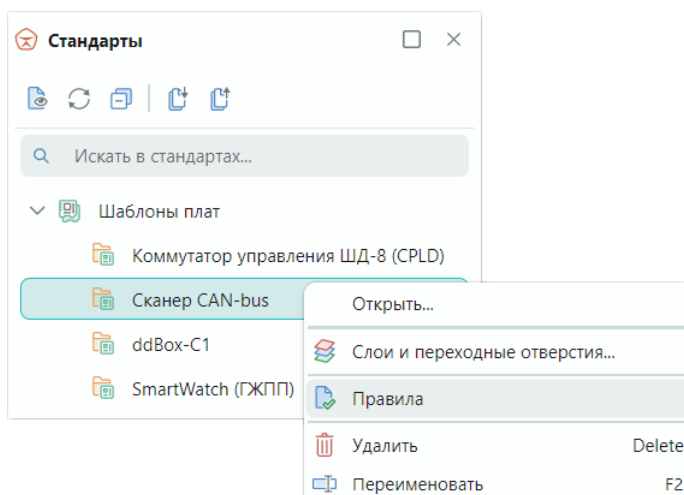

Рис. 161 Вызов редактора правил шаблона платы
2. Вызовите контекстное меню и выберите пункт «Правила», см. Рис. 161.